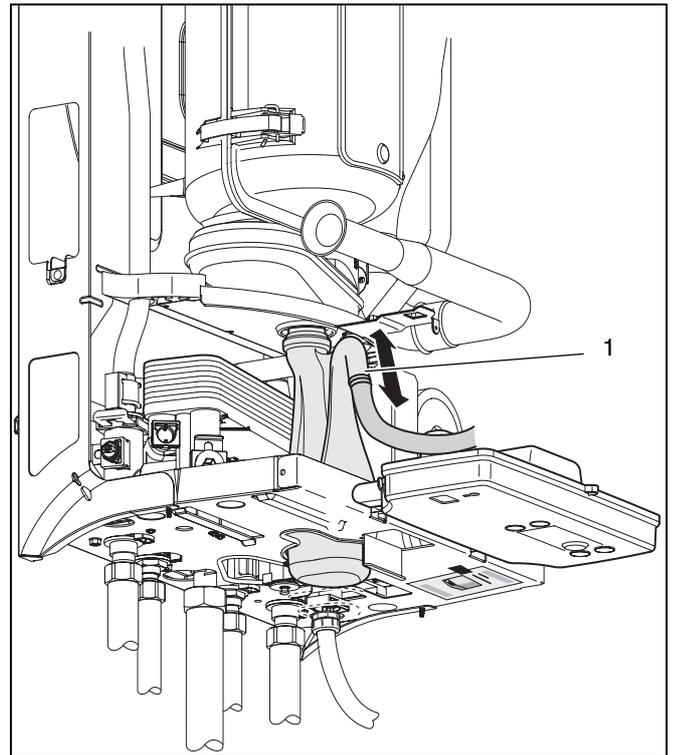
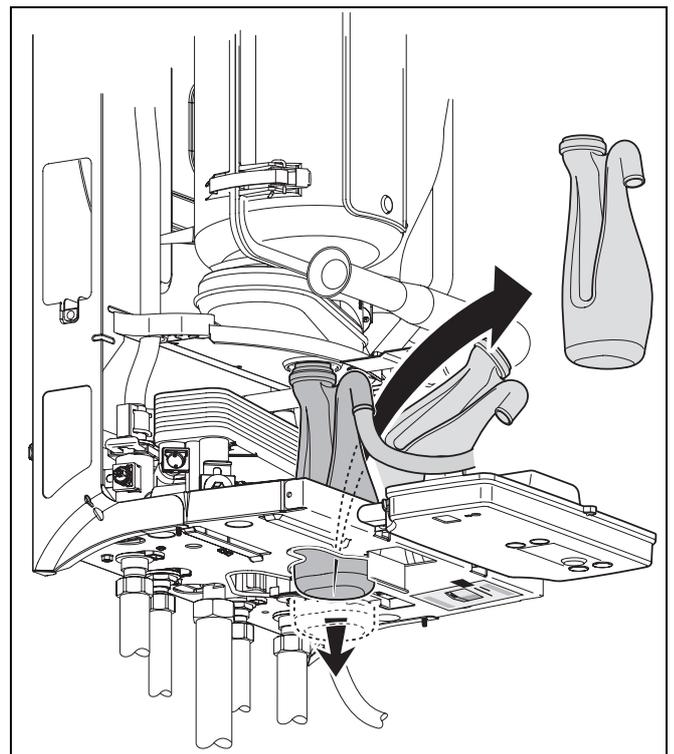

Fig. 51 Togliere la tubazione di scarico della condensa
Fig. 52 Togliere il sifone della condensa
- Togliere il sifone della condensa (fig. 51 e fig. 52).
- Togliere la tubazione di scarico della condensa (vedere fig. 51, pos. 1) e il sifone.
- Togliere il serbatoio della condensa e il sifone (vedere fig. 51 e fig. 52).